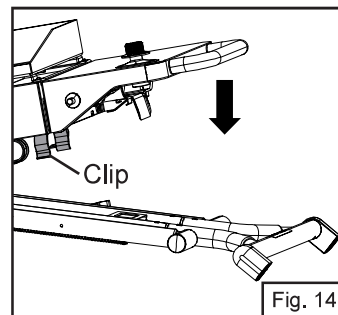

Fig. 14
2. Appuyez fermement sur l'appareil vers le bas jusqu'à ce que les pieds se verrouillent dans le clip (Fig. 14).